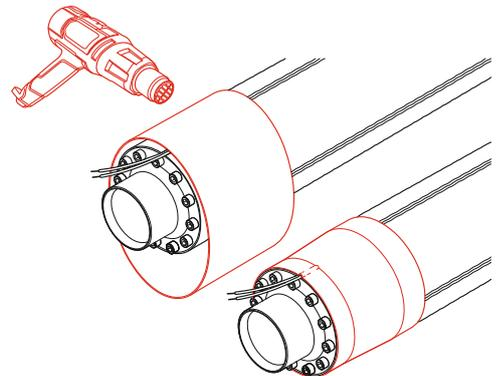

Рис. 4.9.3
3. Усадить термоусаживаемый рукав газовой горелкой (или паяльной лампой, или техническим феном) (рис. 4.9.3). Во время усадки пламя горелки необходимо перемещать вокруг трубы, равномерно прогревая всю поверхность рукава. Следует избегать перегрева рукава и защитной оболочки трубы.